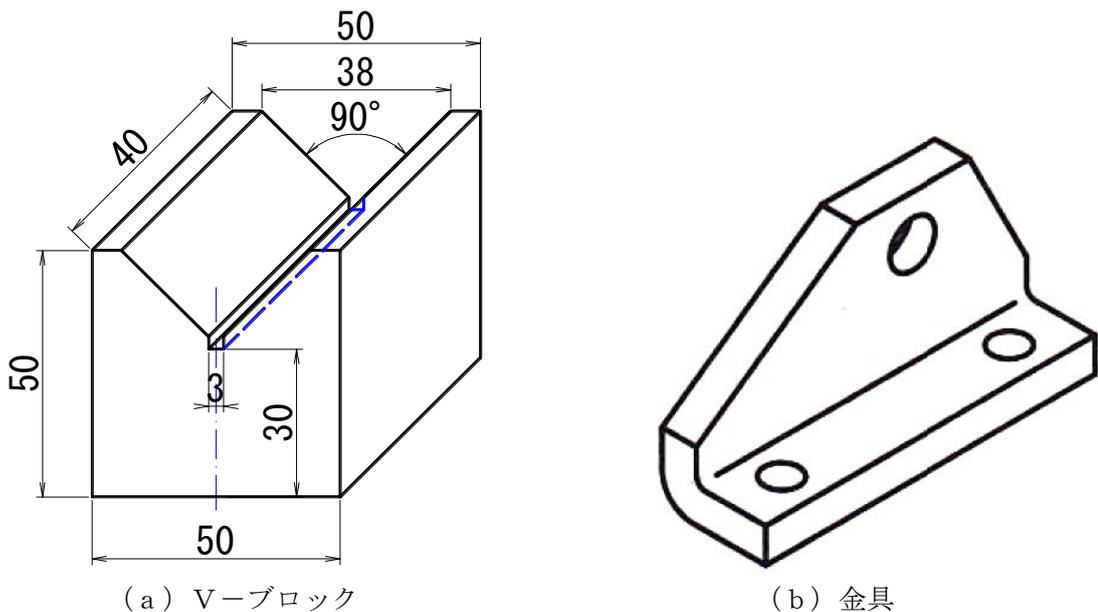

図2 Vブロックと金具（簡単な機械部品の試作用図面の作図練習）
2. 必要な投影面数で図2の（a）と（b）に示す部品の試作図面をそれぞれ作成せよ。ただし、図2（b）の場合には、外径寸法を自分で設計して決めること。また A3 サイズの製図用紙を半分と半分にして、それぞれ課題2（a）と2（b）の製図に使用すること。